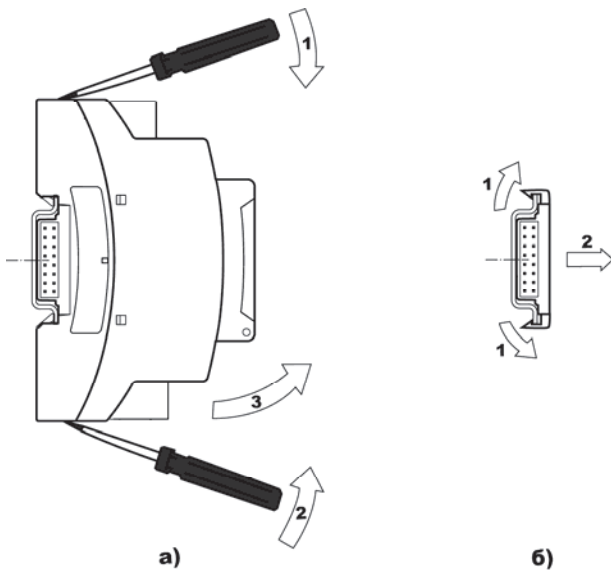

Рисунок 6.3 – Демонтаж контроллера с DIN-рейки
- при помощи отвертки открыть защелки, фиксирующие контроллер на DIN-рейке (см. рисунок 6.3, а);
- для снятия соединителя следует поддеть пальцами одновременно все его крючки, потянуть на себя (см. рисунок 6.3, б).